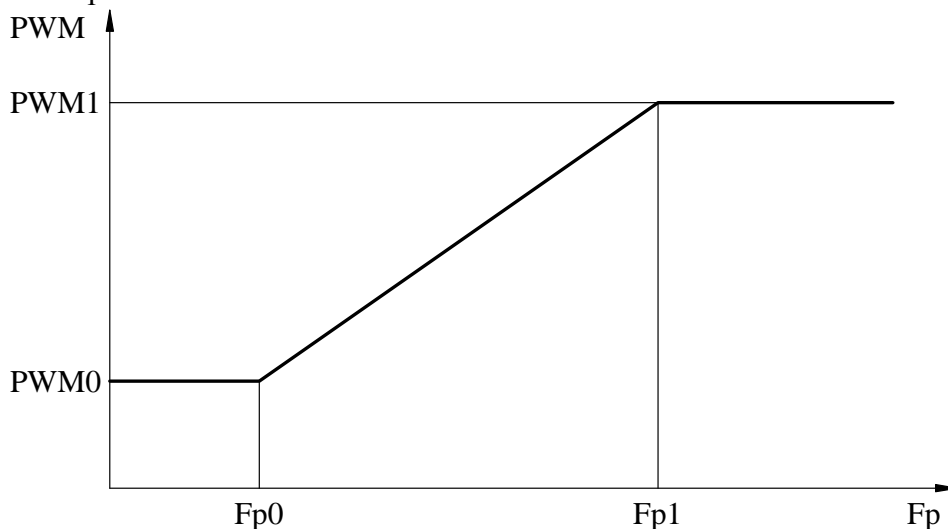

Рис. 4. Зависимость выходного относительного напряжения от выходной частоты и табличных параметров.
3.6.9. Тип 5 – параметры кривой выходного относительного напряжения $PWM=f(Fp)$ (рис.4), а также параметры тестовых процедур.